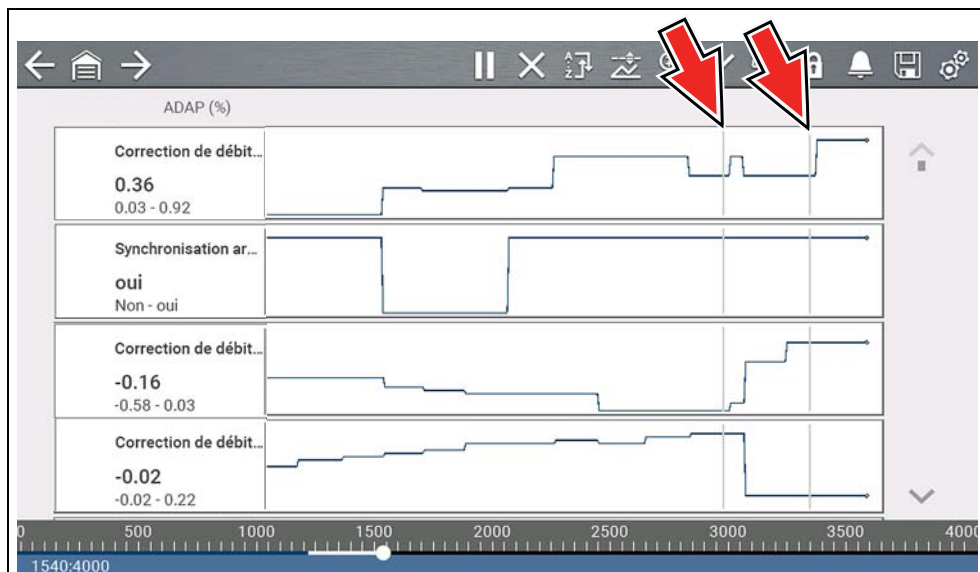

Figure 4-21
- L'écran affiche les données (*Figure 4-21*).
- Un curseur gris vertical est affiché sur tous les PID, indiquant l'endroit où la collecte des données a été interrompue (*Figure 4-21*). Si la pause s'est produite plus d'une fois, les curseurs gris seront utilisés pour chaque cas.